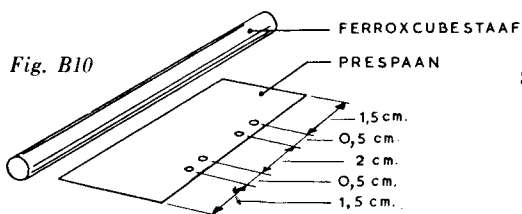

Fig. B10
8. Prik eerst met de punt van een schaar of met een stopnaald vier gaatjes in het **isolatiepapier** (prespaan). De afstanden tussen de gaatjes zijn aangegeven in figuur B10.